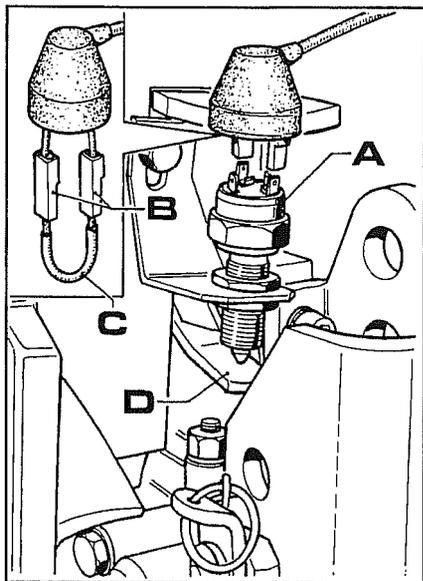

Fig. 12
Si ces vérifications ne donnent pas de résultat positif, il faut vérifier l'efficacité de l'interrupteur de fin de course **A** fig.12.
2. Débrancher les câbles **B** fig.12 de l'interrupteur puis les brancher entre eux en faisant un pontet (**C** fig.12).
- b. Amener la pointe du nouvel interrupteur en contact de la tringle **D** fig.12 et bloquer l'interrupteur dans cette position.
Pour les machines sans soupape **T** il faut, débrancher l'interrupteur de fin de course dans le câblage du relevage, brancher le câblage avec un pontet (cf.i fig.12) puis actionner l'interrupteur du relevage en montée (en appuyant sur le bouton de sécurité) et vérifier la pression sur le manomètre.